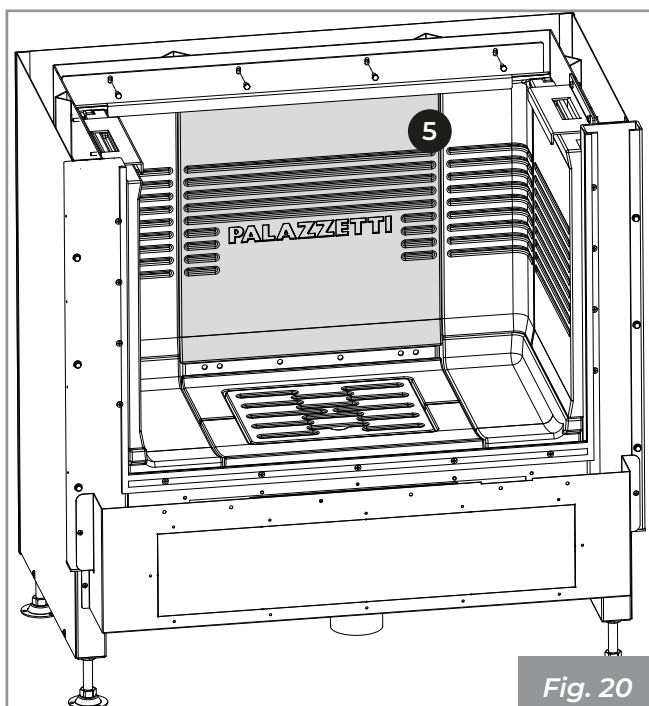

Fig. 20
5) Posizionare lo schienale in refrattario (5) fissandolo con la staffa e le apposite viti Fig. 20).